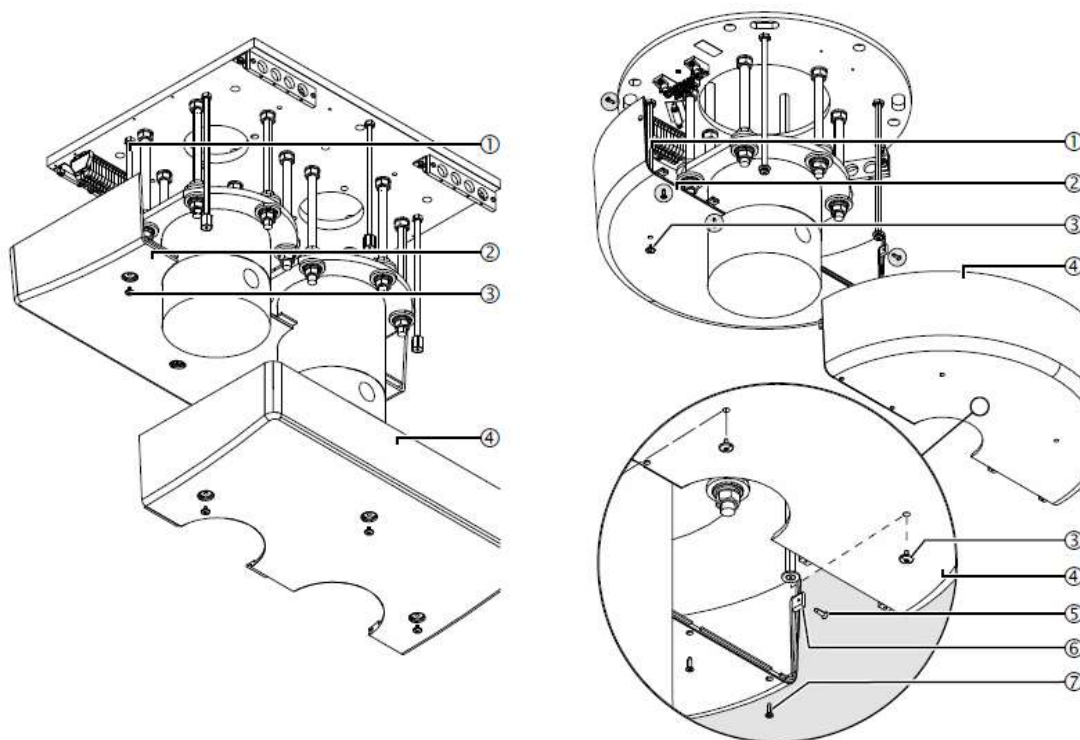

Abb. 27 Montage der Zierleistenhälften
- Setzen Sie den U-förmigen Streifen (nicht in der Abbildung dargestellt) wie in Abbildung 27 gezeigt auf die erste Hälfte der Zierblende ② (optional kann die Abdeckung mit Silikon abgedichtet werden).
- Setzen Sie die erste Hälfte der Zierblende ② auf die Gewindebolzen M10 x 325 mm ① und schrauben Sie dann die Schrauben der Abdeckung ③ fest.
- Überprüfen Sie, ob die Hälfte der Zierleiste ② bündig mit der Zwischendecke abschließt. Passen Sie gegebenenfalls die 4 Gewindebolzen M10 x 325 mm ① nach.
- Setzen Sie den U-förmigen Streifen (nicht abgebildet) auf die zweite Hälfte der Motorhaube ④ und schieben Sie ihn auf die erste Hälfte der Zierleiste ②, sodass beide Teile fest ineinander greifen.
- Setzen Sie die zweite Hälfte der Zierleiste ④ auf die Gewindebolzen M10 x 325 mm ① und schrauben Sie dann die Schrauben der Abdeckung ③ fest.
- Setzen Sie die 4 Spezialmutter M10 auf und ziehen Sie sie fest, um das Gewindeende der Gewindebolzen ① abzudecken.